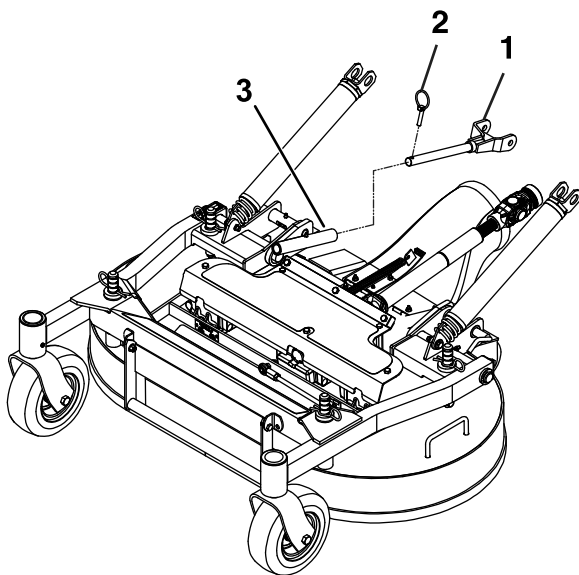

Figura 70
7. Retire los pasadores de seguridad de los extremos delanteros de los brazos de empuje en cada lado de la máquina (Figura 70).
6. Sujete los brazos de empuje con los pasadores de seguridad en el lado derecho e izquierdo de la máquina (Figura 70).